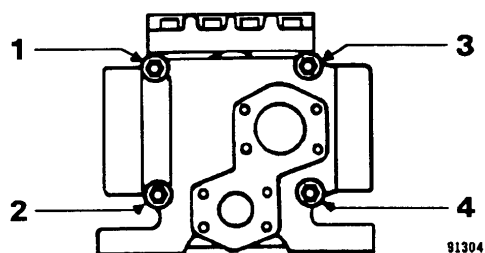

FIGURA 8-4. SECUENCIA DE APRIETE
5. Se debe usar una llave de torque para apretar las tuercas, de acuerdo al patrón que aparece en la Figura 8-4. Apriete las tuercas del tirante de acoplamiento de manera uniforme en la siguiente secuencia: